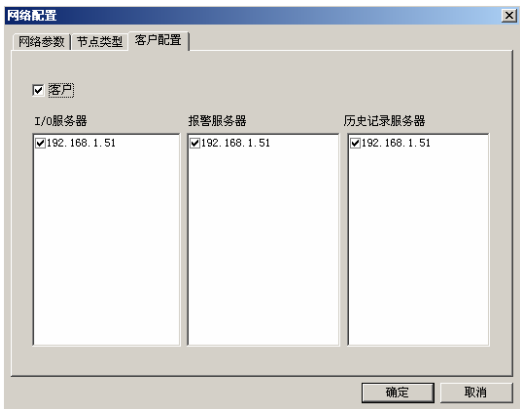

图 11-10 客户端客户配置页对话框
7、单击网络配置窗口中的“客户配置”属性页，其属性页的配置如图 11-10 所示：